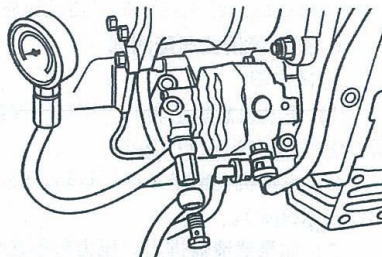

图 2-64 连接压力表测量燃油进口阻力
- 2) 将燃油系统压力测试表(零件号为4918324)安装到齿轮泵燃油进口处,然后安装进油管接头,见图2-64。